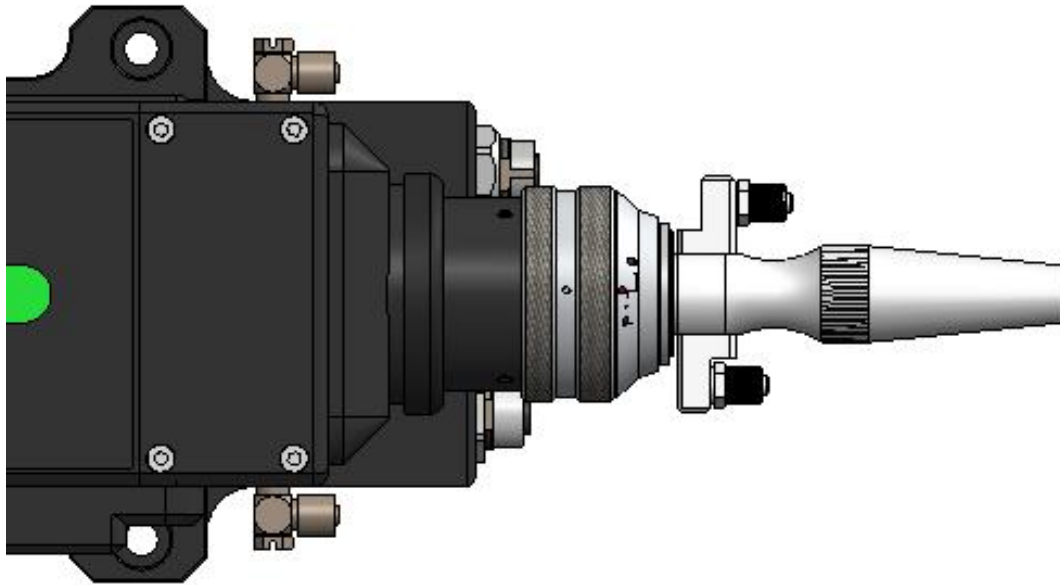

图2.0
- ⑤ 顺时针方向旋至极限位置（可以感觉到“噔”的一声），向上提起旋转螺母，再次顺时针旋转螺母直至压紧光纤头，将QBH连接器拧至锁紧状态（注意转到位即可，不要大力拧动，否则可能会损坏QBH内部结构）。如图2.0所示：